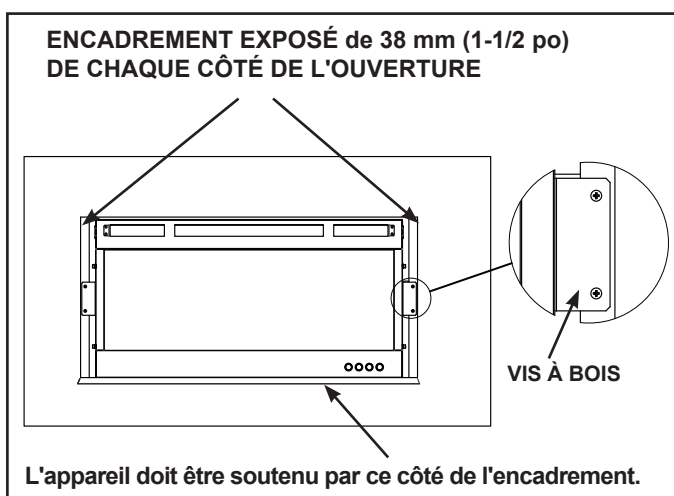

Figure 4.6 Sécurisation de l'appareil dans une charpente 51 x 152 mm (2 X 6 po)
4. Installez l'appareil dans l'ouverture de manière à ce que le poids de l'appareil soit supporté par la partie inférieure de la charpente. Nivelier avec des cales si nécessaire. Assurez-vous qu'il est centré de gauche à droite, puis fixez-le directement sur la charpente à l'aide de quatre (4) vis ST4X40 dans les supports de fixation droit et gauche. Voir la figure 4.6.